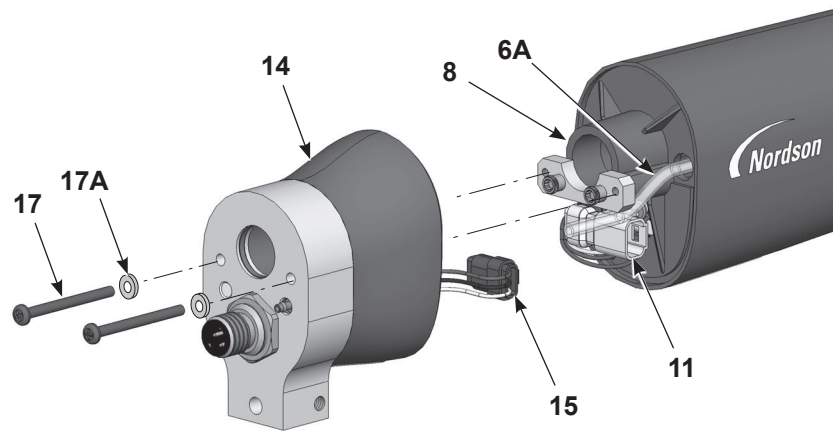
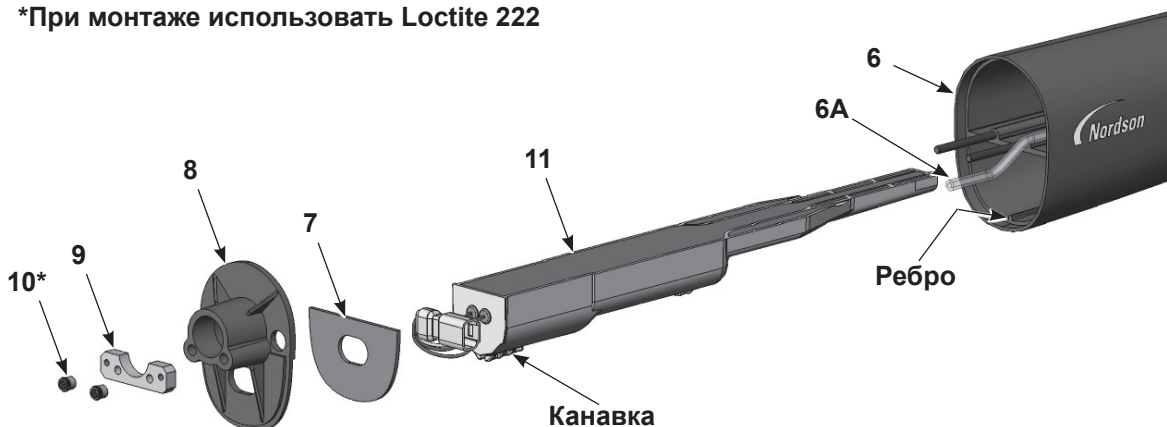

Рис. 22 Распылитель, монтируемый на штанге, разборка, 1 из 3
Рис. 23 Распылитель, монтируемый на штанге, разборка, 2 из 3
4. См. Рис. 23. Ключом-шестигранником на 1/8" отвернуть две гайки с шестигранным шлицем (10) и снять пластину винтов (9) с перегородки (8). Затем снять перегородку с корпуса распылителя (6), пропуская провода питания сквозь перегородку.
5. Извлечь блок питания (11) из корпуса распылителя.
7. Прокладка (7) закреплена на перегородке с помощью контактного клея. Если прокладка повреждена, заменить ее на новую.
1. См. Рис. 23. Вставить блок питания (11) в корпус распылителя (6), убедившись, что ребро в корпусе вошло в канавку на блоке питания. Плотно посадить блок питания в корпус распылителя.
2. Пропустить провода питания сквозь перегородку, а затем поставить перегородку (8) и пластину винтов (9) на шпильки корпуса распылителя. Нанести Loctite 222 на гайки с шестигранным шлицем (10), а затем навернуть гайки на шпильки и затянуть моментом 0,45 Н•м (64 дюйм-унции) ключом-шестигранником на 1/8".
3. См. Рис. 22. Присоединить жгут проводов гнезда (15) к проводам питания (11). Вложить разъемы жгутов проводов (11, 15) в узел заднего корпуса в показанных положениях.
4. Присоединить бесцветную трубку фильтра (6А) к завершенному ниппелю внутри узла заднего корпуса (14). Пропустить в корпус распылителя бесцветную воздушную трубку с небольшим запасом, а затем смонтировать на перегородке задний корпус, используя винты (17) и стопорные шайбы (17А).